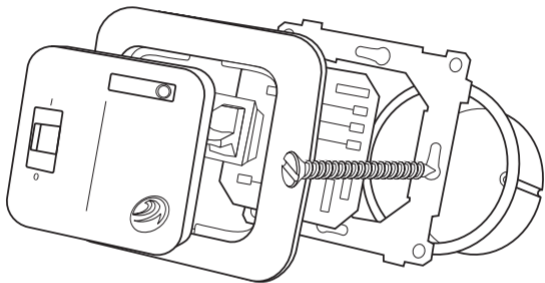

Рис.3 Установка контроллера СКПВ220В-мини2N в распаечную коробку
- установите лицевую крышку и нажмите на нее до срабатывания обеих защелок (рис. 3).